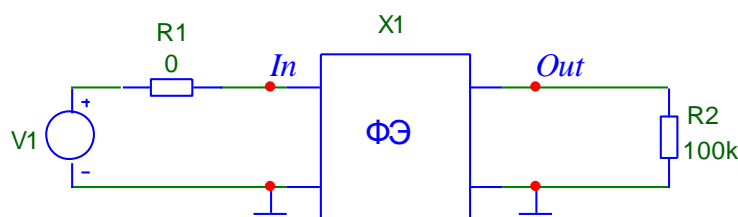
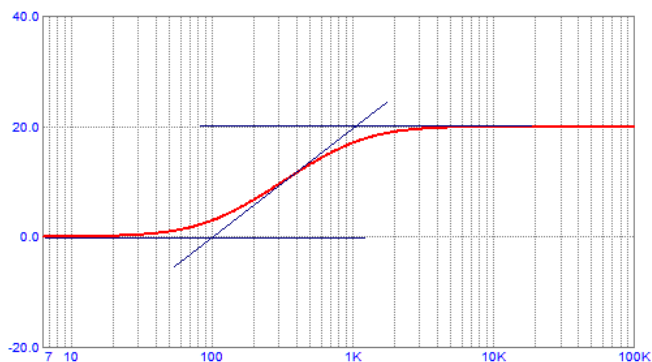

Рисунок 1.1 – Схема для расчета входного сопротивления
Рисунок 3.2 – ЛАЧХ интегро-дифференцирующего звена с дифференцирующими свойствами
1. Загрузить в программу схемотехнического моделирования *Micro-Cap* файл *01.cir* (рис. 1.1). Установить амплитуду входного синусоидального источника 10 мВ, частоту 1 кГц.
- 1.3. Определить частоты сопряжения и рассчитать постоянные времени ТТ1 и ТТ2 интегро-дифференцирующего звена (рис. 1.1), необходимые для получения характеристики рис. 3.2 (интегро-дифференцирующего звена с дифференцирующими свойствами). Обратит внимание, что по оси X — круговая частота ω .
- 1.4. Полученные в п.1.3 значения постоянных времени задать в качестве параметров звена схемы рис. Ошибка! Текст указанного стиля в документе отсутствует..1. Запустить анализ АС и получить АЧХ и ФЧХ интегро-дифференцирующего звена. Обратит внимание на формат задания переменных и масштабов по оси X для получения зависимости $K(\omega)$. Убедиться в совпадении полученной характеристики с заданной (т.е. с характеристикой рис. 3.2). Указать в поле схемы и графика номер группы и вариант. Схему и графики занести в отчет.